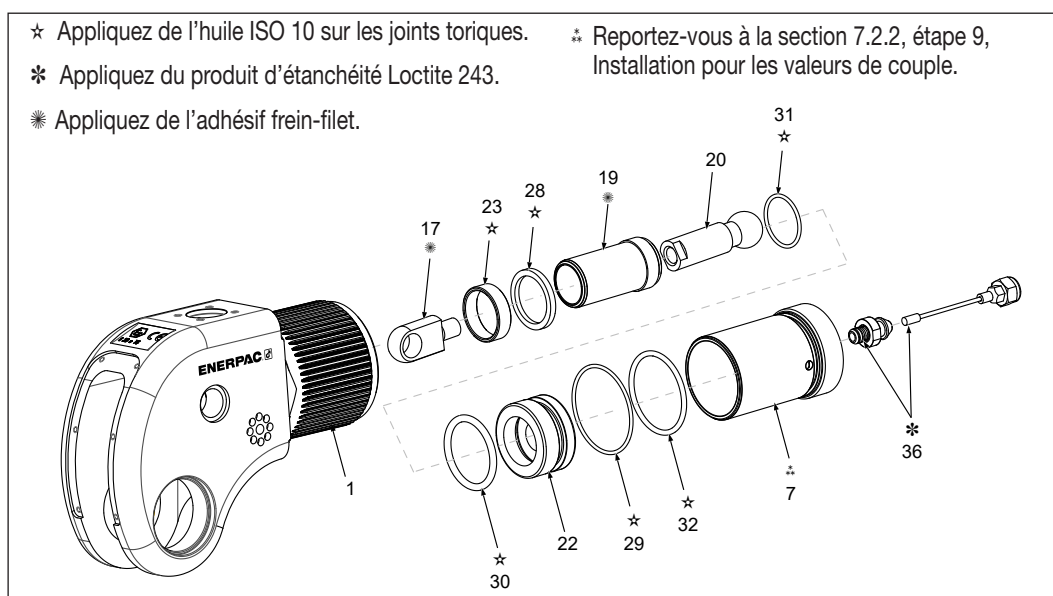

Figure 13 : Vue éclatée des pistons DSX1500, DSX3000 et DSX5000
7.2.2 Assemblage du piston (figures 13 et 14)
1. Pour séparer le bras de réaction du corps de la clé (1), dévissez et retirez le câble en dévissant l'écrou, puis le reste du câble (36).
3. Maintenez fermement le corps de la clé (1). À l'aide d'une clé à goupille adaptée, dévissez et retirez le manchon du piston (7), puis le piston dégaïgé. Retirez le joint torique (32) du manchon du piston.
4. **Modèles DSX11000/DSX25000 uniquement** - Retirez la vis sans tête (39) et le roulement à billes (38) du corps de la clé pour les inspecter et les nettoyer. Appliquez du produit d'étanchéité Loctite 577 sur les pièces et réinstallez-les. Vous devez laisser le temps au produit d'étanchéité d'agir avant de procéder à des essais.
5. Retirez le joint de la tête du piston (22), séparez l'embout (17) de la tige du piston (20), séparez la tête (22) du piston (19) et retirez le joint torique interne de la tête du piston.
6. Retirez le joint de la tige (28) et la bague du piston (23) s'ils sont toujours présents sur le corps de la clé.
• Remontage et installation (figures 13 et 14)